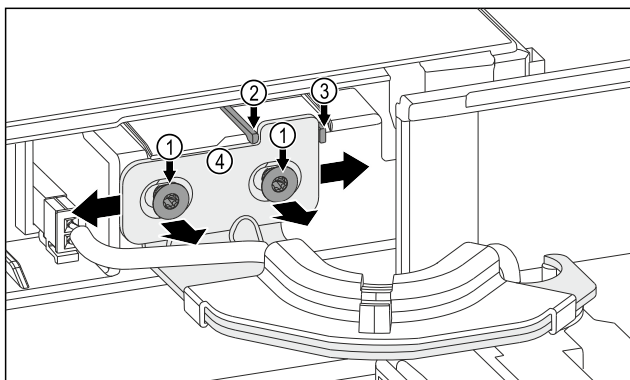

Fig. 11
- ▶ Otpustite oba vijka Fig. 11 (1).
- ▶ Pomaknite vrata nadesno: Izvadite sigurnosni umetak Fig. 11 (3).
- ▶ Pomaknite vrata nalijevo: Izvadite sigurnosni umetak Fig. 11 (2).
- ▶ Dosegnut je krajnji položaj vrata: Pritegnite oba vijka Fig. 11 (1).